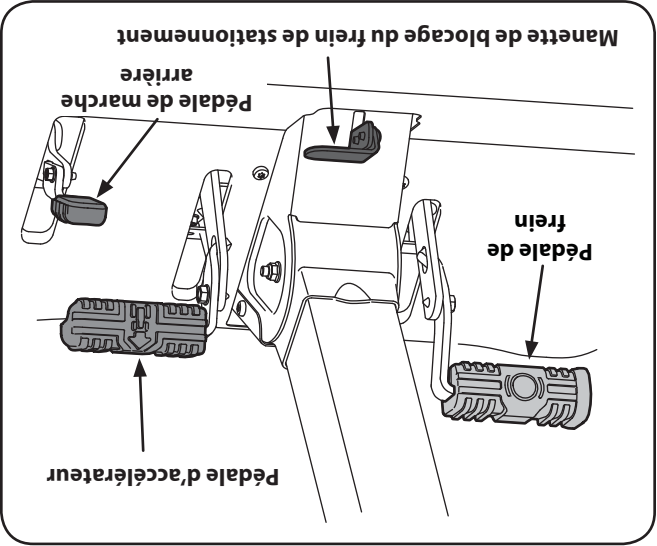

Figure 5-1
2. Pour AVANCER, appuyez lentement sur la pédale d'accélérateur jusqu'à l'obtention de la vitesse désirée. Voir la Figure 5-1.
3. Pour RECULER, assurez-vous qu'il n'y a pas d'obstruction derrière vous, puis appuyez lentement sur la pédale de marche arrière avec la plante du pied (et pas votre talon) jusqu'à l'obtention de la vitesse désirée. Voir la Figure 5-1.
Pour serrer le frein de stationnement:(Voir la Figure 5-1)
Pour desserrer le frein de stationnement (Voir la Figure 5-1) :